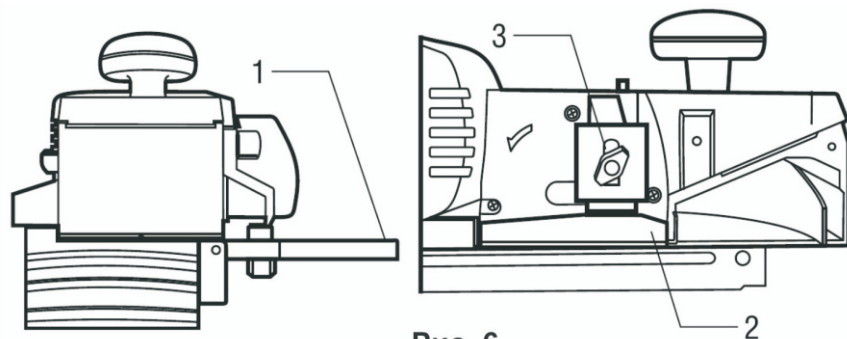

Рис. 6
- Для этого необходимо сдвинуть направляющую (1)(См. Рис.6) относительно кромки ножа на величину, соответствующую ширине фальца.
- Требуемая глубина выборки фальца устанавливается положением упора (2). Регулировка глубины осуществляется с помощью винта (3) (См. Рис.6). Для контроля глубины среза, в комплекте с рубанком предусмотрен специальный уровень. Установите его на корпус рубанка, выставите на нем необходимое значение глубины, зафиксируйте положение барашковой гайкой.